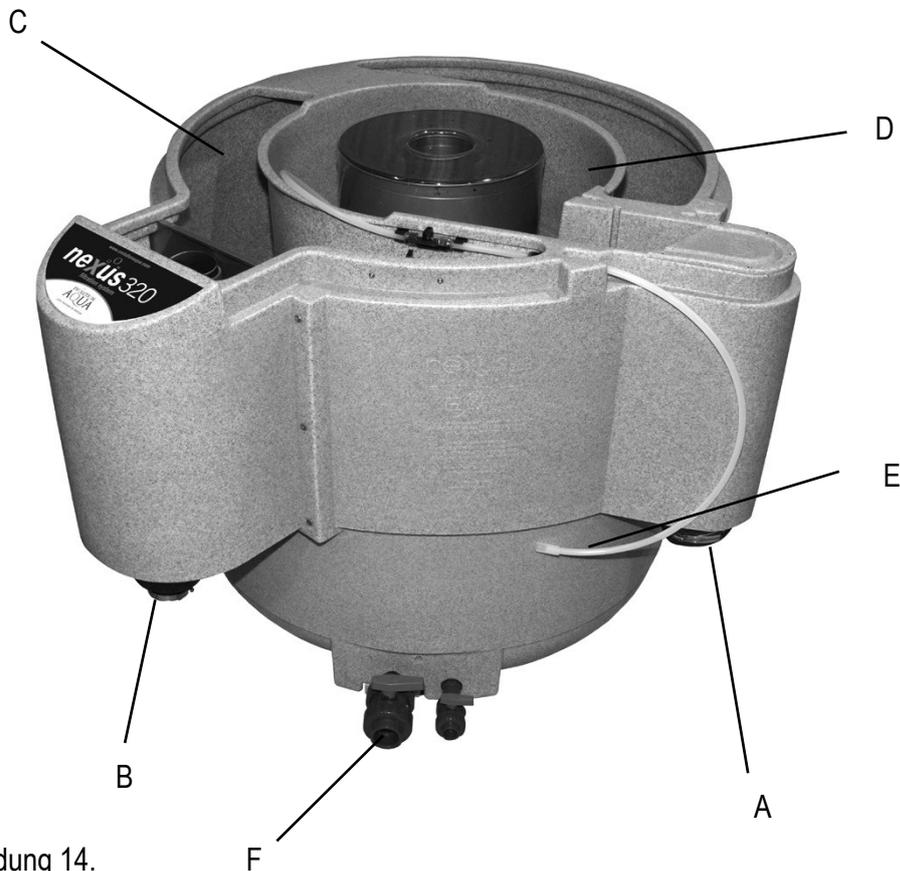

Abbildung 14.
1. Verbinden Sie die Rohrleitung Ihres Teiches mit dem Eazy-Verbindungsstück an der Nexus-Eingangsseite (A)
2. Die Teichpumpe mit geeigneter Verrohrung und Kugelhähnen bzw. Zuschiebern am 4" - 2" Eazy-Verbindungsstück (B) anschließen, damit der Nexus während des Reinigungsvorgangs abgetrennt werden kann.
3. 2 X 50Ltr. K1 Medien in die Außenkammer (C) des Nexus füllen (Abb.14).
4. Die Luftpumpe mit den Nexus Luftventilen verbinden (E).
6. Die Schmutzventile mit Ihrer Schmutzwasserentsorgung (F) verbinden.